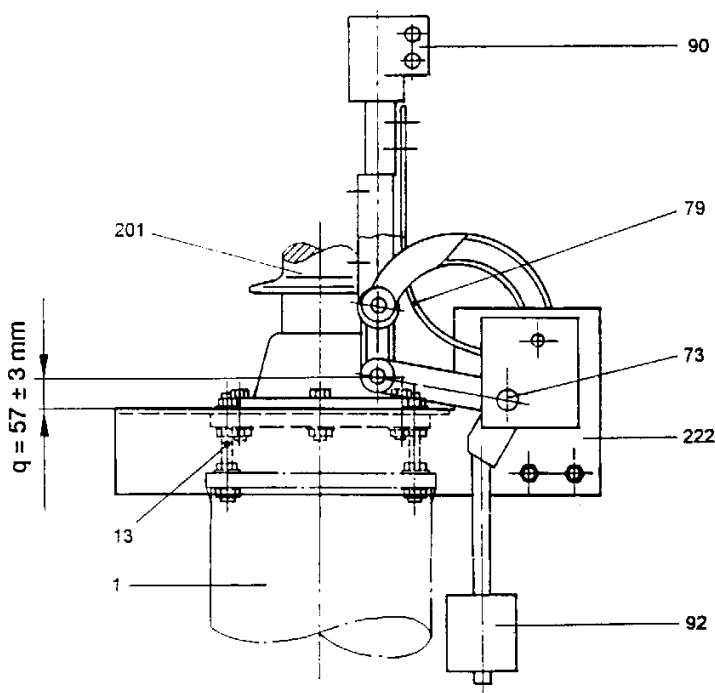

Bild 17
- 7.6.1 Nach der Montage des Antriebs (siehe Punkt 7.8) ist in Schaltstellung "EIN" das Maß $q = 57 \pm 3$ mm einzustellen (Bild 17). Dabei ist auf die exakte Endstellung "EIN" des Antriebs zu achten.
- 7.6.9 Die Klemmsituation ist zu überprüfen, d. h. das Erderrohr 23 muß sich noch sicher im Klemmbereich der beiden Klemmschrauben 93 befinden. Falls erforderlich, ist das Einstellmaß "q" (Bild 17) an die obere Grenze (60 mm) zu legen.